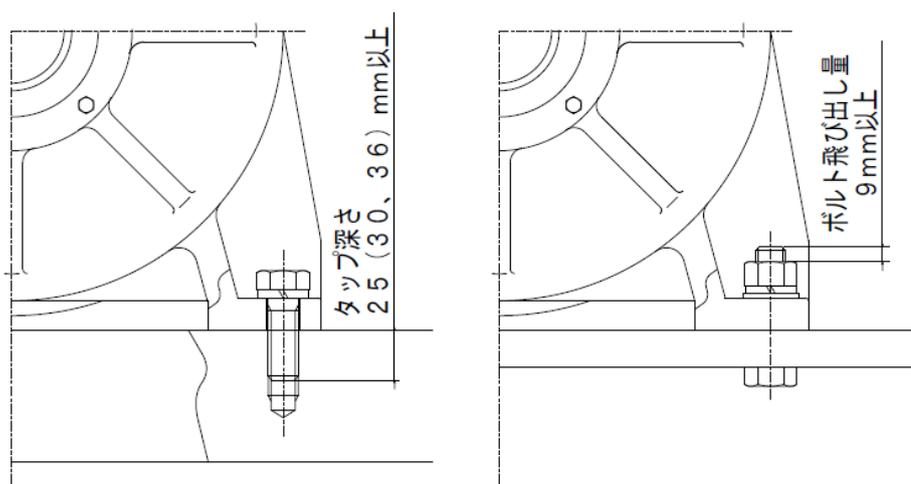

図2：固定方法
- (2) ボルト&ナットで固定する場合は、図2のようにナット側にボルトの先端が9mm程度出る長さのボルトを使用してください。又、ベース面にタップ穴加工をして取付ける場合、図2のようにタップ深さは25mm以上（MPZ-400は30mm以上、MPZ-750は36mm以上）必要です。